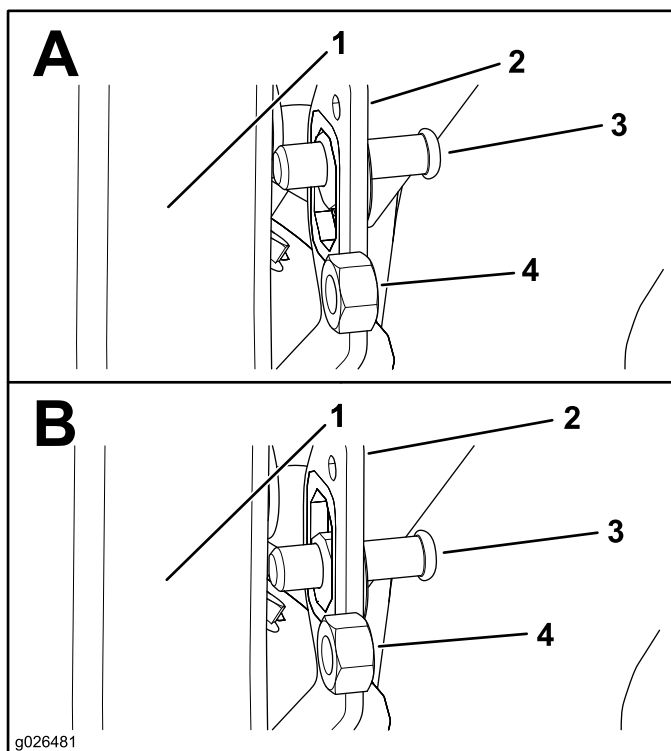

Figura 8
1. Centre o pino do trinco no suporte de montagem do pino do trinco na calha (Figura 8).
4. Aperte a porca hexagonal (7/16 pol.) assim que o pino do trinco alcançar 1,9 a 2,2 cm como se mostra na Figura 8.